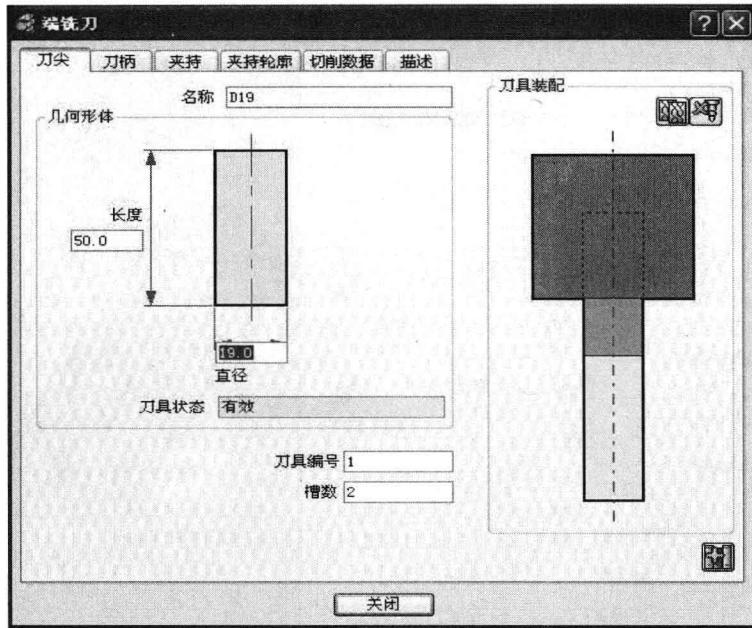

图 1-4 “端铣刀”对话框
(1) 建立  $\phi 19\text{mm}$  端铣刀① D19 右击 PowerMILL 资源管理器中“刀具”选项，在弹出的快捷菜单中选择“产生刀具”的子菜单项“端铣刀”，系统弹出“端铣刀”对话框，如图 1-4 所示。在“刀尖”选项卡中，“直径”设置为 19，“长度”设置为 50，“名称”设置为 D19，“刀具编号”设置为 1，其他参数可以采用默认值；在“刀柄”选项卡中，“顶部直径”和“底部直径”都设置为 19，“长度”设置为 50；在“夹持”选项卡中，“顶部直径”和“底部直径”都设置为 50，“长度”也设置为 50，“伸出”长度设置为 70，其他值采用默认值即可。
(2) 建立  $\phi 20\text{mm}$  端铣刀 D20 方法如上，只要把“直径”设置为 20，“刀具编号”设置为 2。